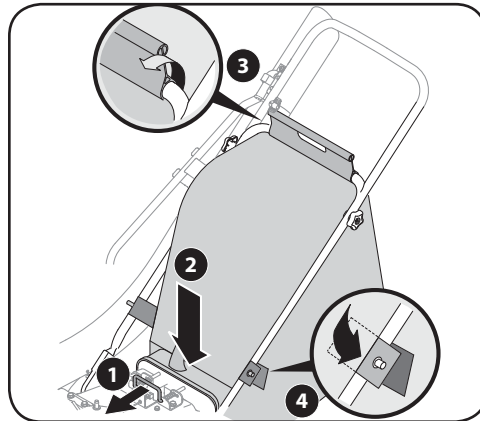

Figure 2-6
1. Tenez la poignée du sac d'une main et, de l'autre main, faites glisser la tige de verrouillage sur le support de montage vers le moteur. Utilisez l'extrémité du support de montage comme appui lorsque vous faites glisser la tige de verrouillage. Voir Figure 2-6.
4. Placez les sangles inférieures du sac autour de la poignée inférieure en les fixant sur les goujons. Voir Figure 2-6.